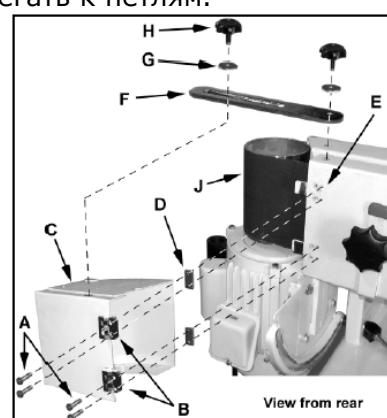

Рис. 5
Закрепите кожух вала (C)(Рис. 5) четырьмя винтами M4x20 (A). Две прямоугольные вставки (D) необходимо вмонтировать между петлями (B) и кожухом шлифовальной ленты (E). Вставки с закруглёнными краями должны прилегать к петлям.